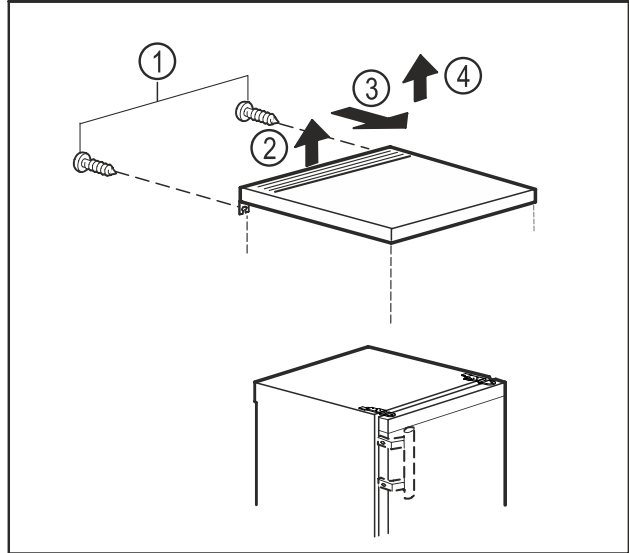

Fig. 9
- Fjern skruene på baksiden. Fig. 9 (1)
- Løft bordplaten bak. Fig. 9 (2)
- Skyv bordplaten fremover. Fig. 9 (3)
- Ta av bordplaten oppover. Fig. 9 (4)